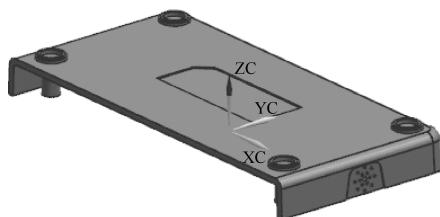

图 8-101 内外侧同时抽芯设计产品
(3) 对如图 8-101 所示的壳件产品进行斜滑块外侧和斜顶内侧抽芯设计, 源文件路径和文件名为...\Exercise\ch8\exercise_8_5\exercise_8_5.prt, 一模两件。